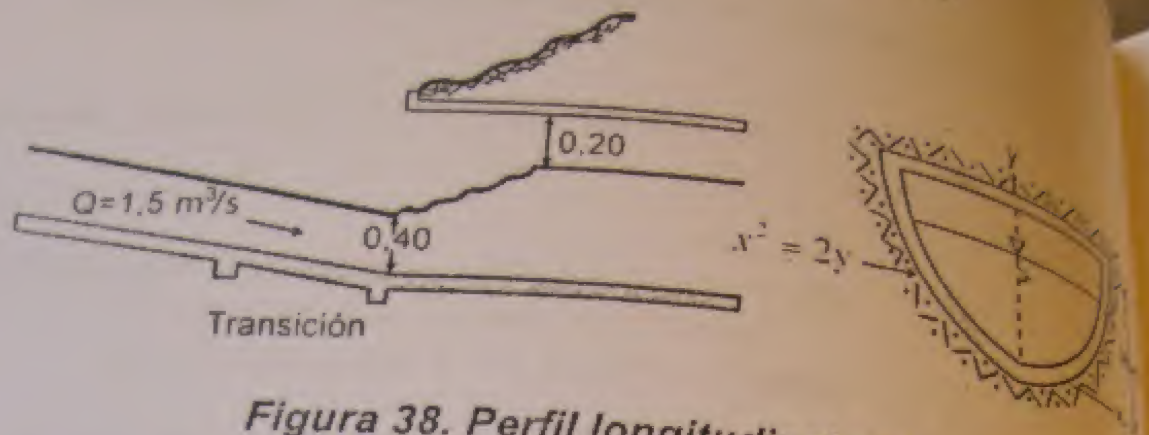

Figura 38. Perfil longitudinal del canal
88. Un canal de conducción transporta un caudal de $1,5 \text{ m}^3/\text{s}$ y tiene que atravesar una montaña por un túnel en sección parabólica, como se muestra en la figura 38.